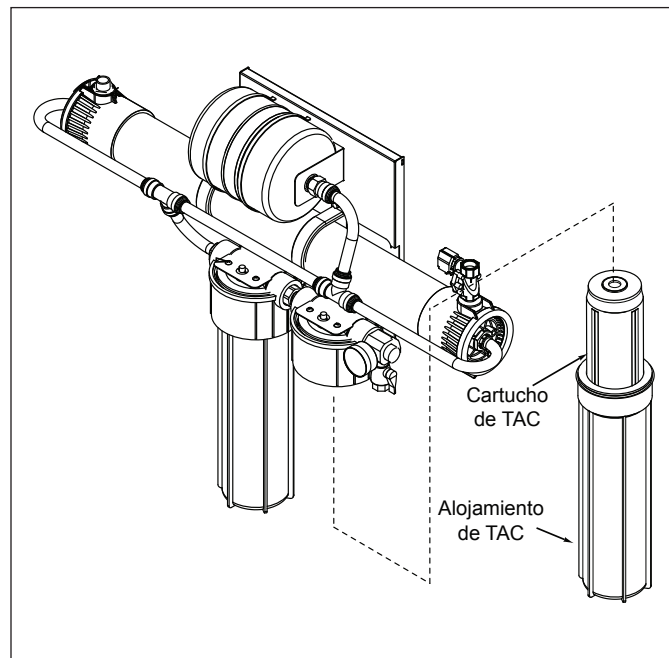

Figura 10. Retirada del alojamiento de TAC (solo VZN-441H-T5)
4. Retirada del alojamiento de TAC (Figura 10).